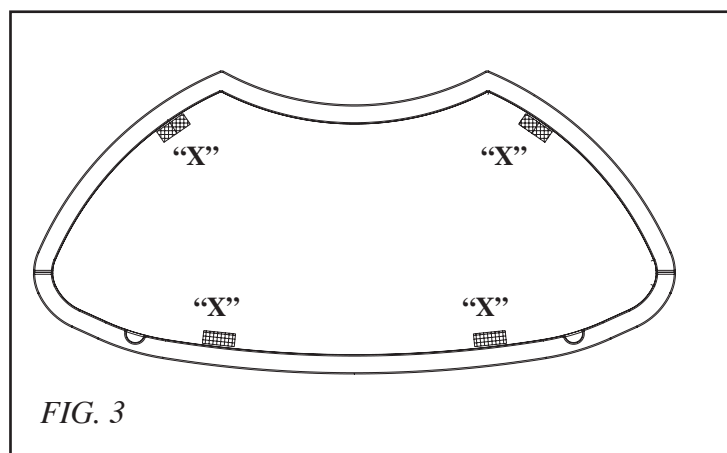

FIG. 3
- posizionare come da fig. 3 le guarnizioni ("X") che si trovano nella scatola ceramiche.